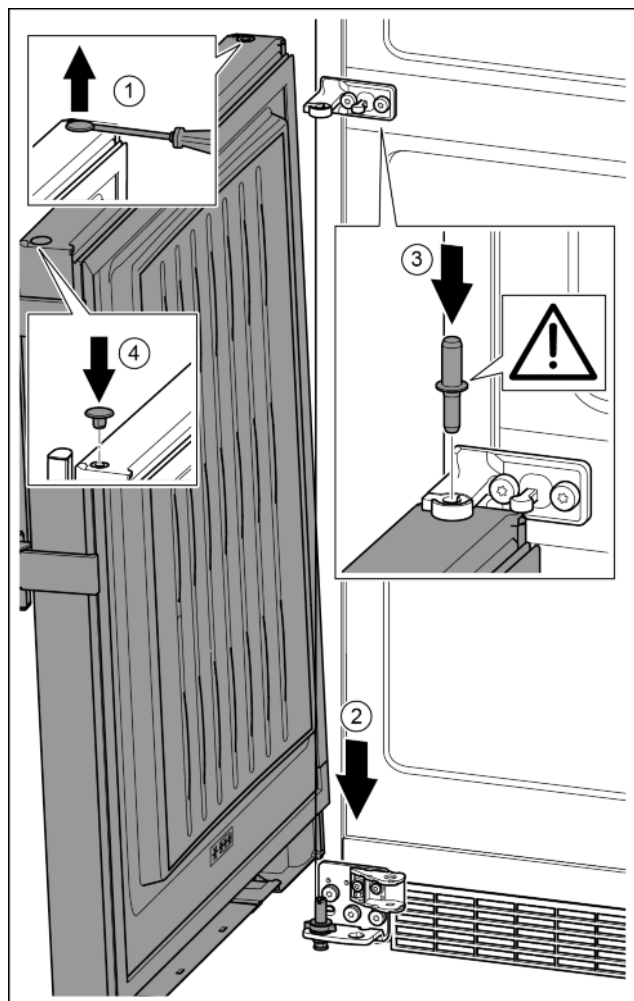

Fig. 33
- ▶ Stop voorzichtig met een sleufschroevendraaier optillen en eruit trekken. Fig. 33 (1)
- ▶ Deur van boven op de onderste lagerbout plaatsen. Fig. 33 (2)
- ▶ Het midden van de lagerbout door het midden van de lagerbus in de onderste deur aanbrengen. Let op dat de vergrendelnok naar achter wijst. Fig. 33 (3)
- ▶ Stop op de andere deurzijde weer aanbrengen. Fig. 33 (4)